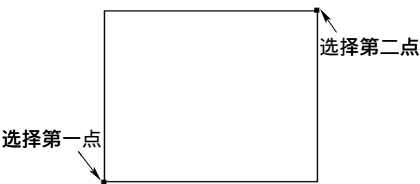

图 6-5 绘制两点矩形
(1) 两点矩形 选择下拉菜单“造型”→“曲线生成”→“矩形”命令，或者单击“曲线生成栏”工具栏上的“矩形”按钮，选取“两点矩形”方式，依次选择两点，完成矩形绘制，如图 6-5 所示。